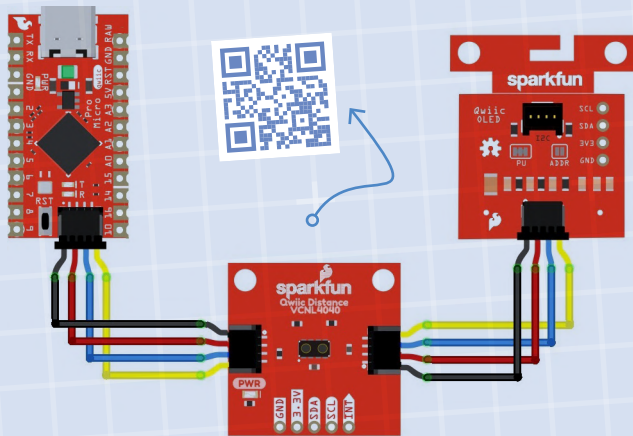

Figure 5. Connexion de la carte pour « Détecteur de présence Qwiic ».
**i** Circuit : **Fig. 5** ; Code du programme : **Lien [4]**.